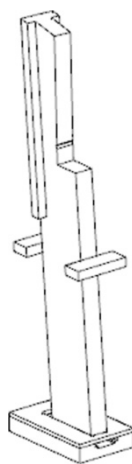

图 16-40 两零件合并
- (10) 在斜顶上选取零件②，单击“确定”按钮，完成链接。
- (11) 选取“求和”按钮，零件①和零件②求和，如图 16-40 所示。
- (12) 重复前面的步骤，加载另一侧的斜顶机构。